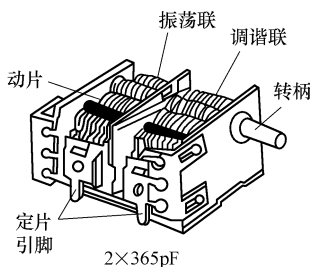

图 8-52 等容空气双联可变电容器引脚识别方法
1) 等容空气双联可变电容器引脚识别方法。如图 8-52 所示是等容空气双联可变电容器引脚识别方法示意图, 根据这一示意图可以方便识别各引脚。